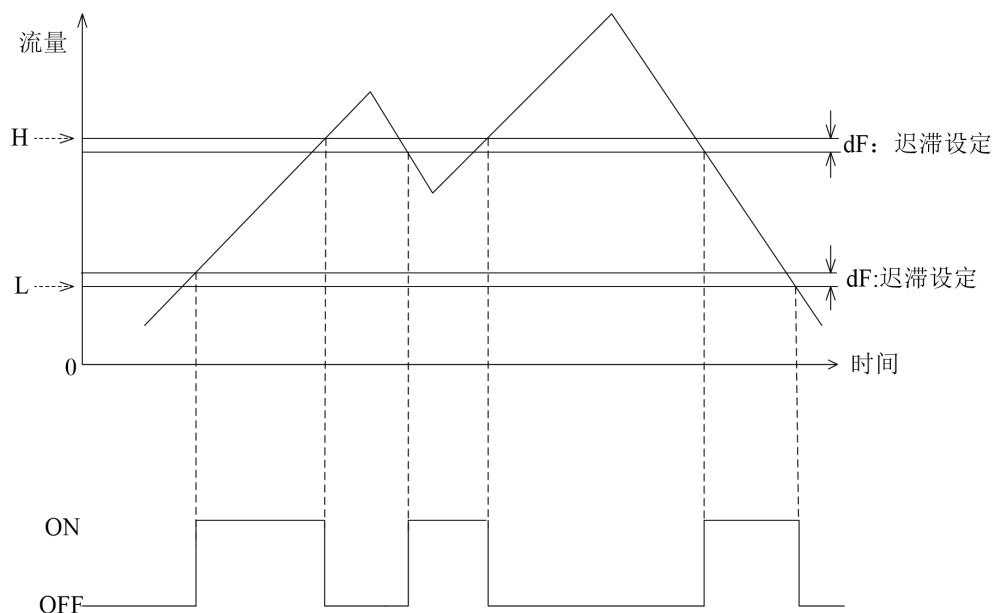

图 1 输出窗口模式示意图（低电平越限）
- （FU 流量上限）、（FL 流量下限）流量范围 L~H，参照图 1。